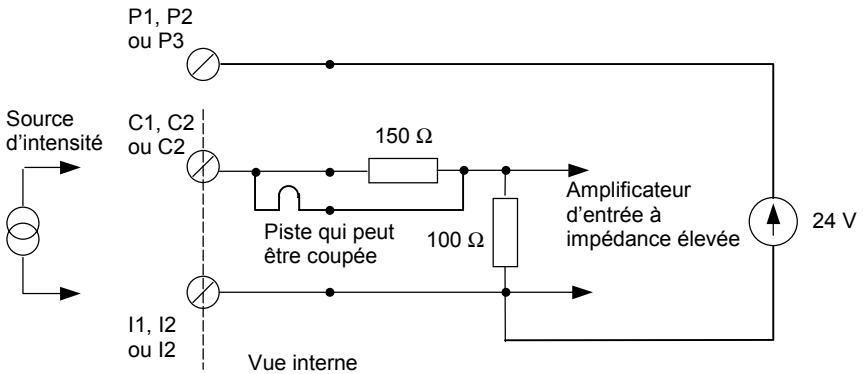

Figure 7-2 : entrée mA
- Pour les boucles HART dans lesquelles la résistance de charge principale est celle provenant d'AI3, il faut atténuer cette résistance par une résistance série externe en ajoutant normalement 150 Ω en série avec la connexion C. On peut pour cela couper la piste comme le montre la figure 7-2. Il est possible de câbler la résistance à l'aide des bornes de réserve et des résistances terminées par des fils. Cette atténuation n'a aucune répercussion sur la spécification, mis à part le fait que la tension d'entrée supplémentaire réduirait la marge de sécurité nécessaire pour alimenter les appareils externes (comme le feraient toutes les boucles compatibles avec HART).